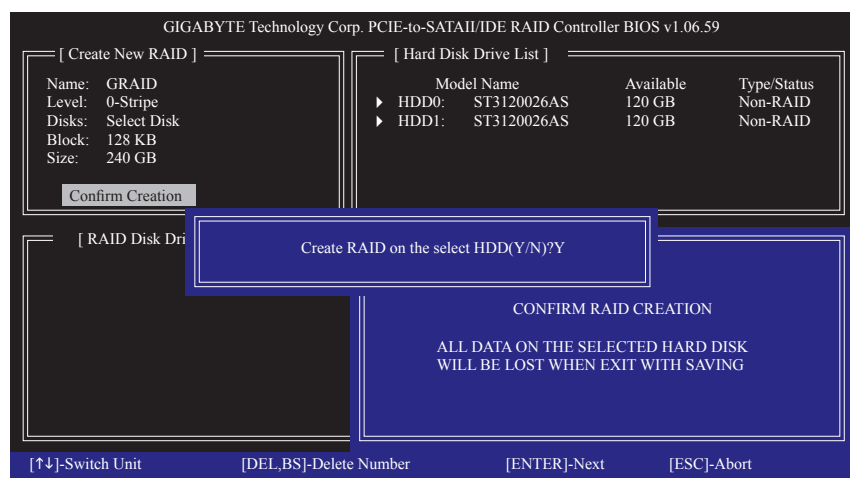

図 7
6. **Confirm Creation:** 上の項目をすべて構成すると、選択バーは **Confirm Creation** 項目に自動的にジャンプします。<Enter> を押します。選択を確認するように求めるメッセージが表示されたら (図 7)、<Y> を押して確認するか <N> を押して中断します。